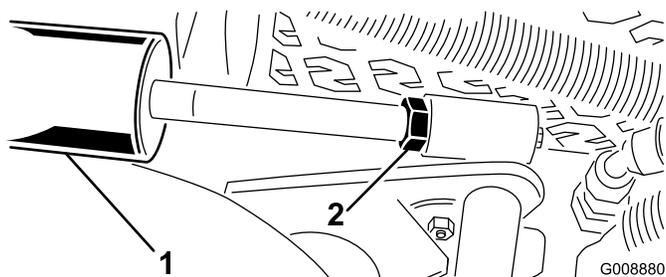

Figura 12
- A. Abbassate l'apparato di taglio e allentate il controdado sul cilindro (Figura 12).